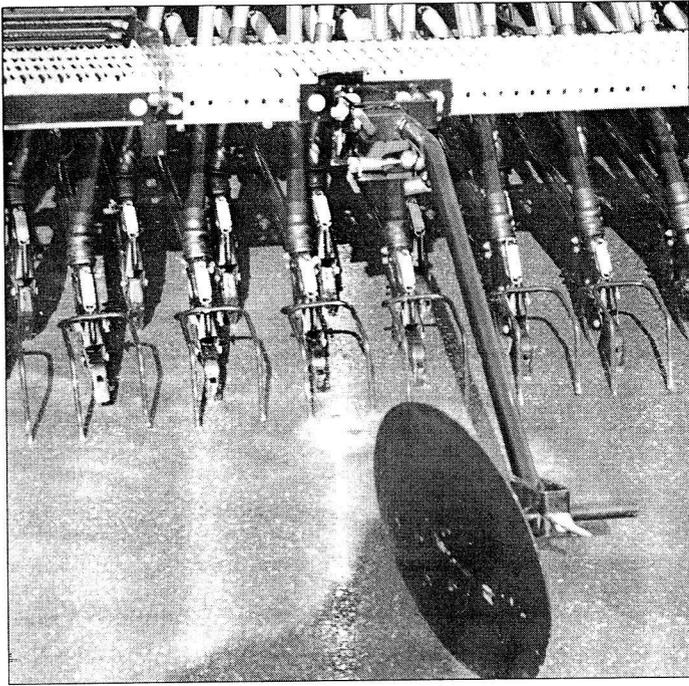

Fig. 53
**Fahrgassenmarkierung** (nur in Verbindung mit Fahrgassenschaltung und Ladesteg, Fig. 53).